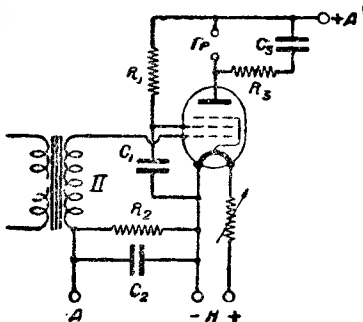

Рис. 2
**Ответ.** Приводим схему усилителя на лампе СБ-146 (пен-тод с питанием накала от аккумулятора или батарей)—рис. 2. Трансформатор 1:2 или 1:3 зав. им. Казицкого или самодельный, по описанию в № 5—6 „Радиофронта“ за 1933 г.  $R_1$ —